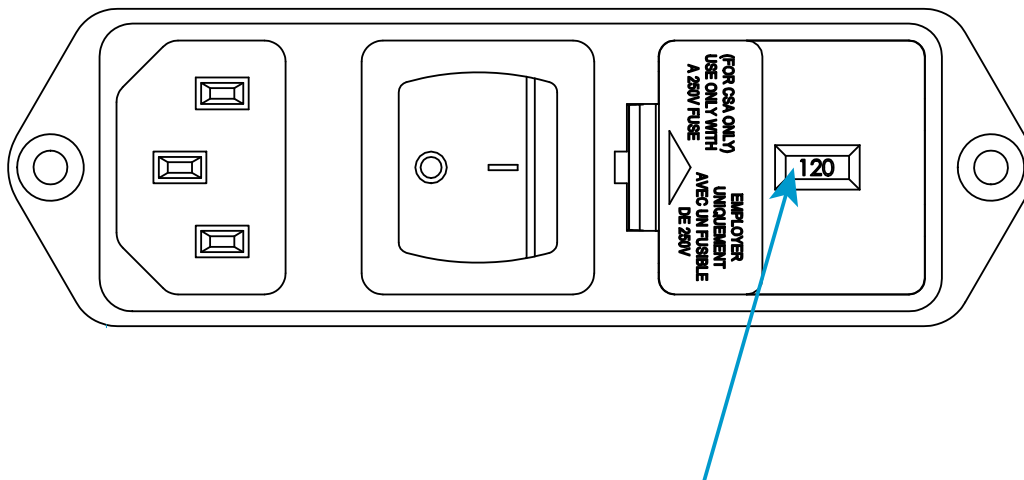

Figura 4. Conector de entrada de energía con configuración del voltaje
2. Inspeccione el conector de entrada de energía y consulte Figura 4 en la página 37. El voltaje indicado en la Figura 4 es 120 V.
7. Vuelva a instalar el contenedor de fusibles en el conector. Asegúrese de que el perno indicador indique ahora la tensión de entrada correcta. Consulte la Figura 4 en la página 37 como referencia.